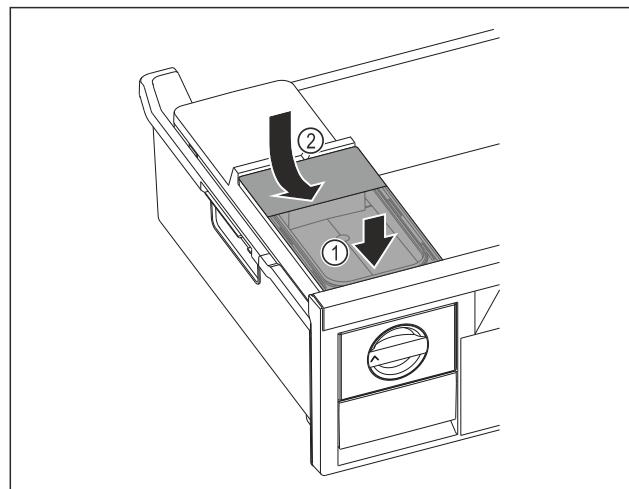

Fig. 101
- Nádržku na vodu nasadte vpred. Fig. 101 (1)
- Nádržku na vodu spustite vzadu. Fig. 101 (2)